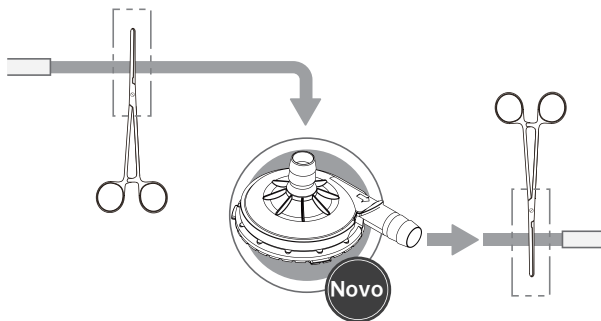

Figura 1
- 4) Prepare o novo cabeçote da bomba para substituição com a tubulação de 3/8" e o conector conforme a Figura 1.